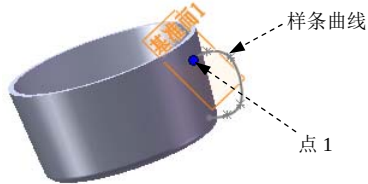

图 3.29.9 基准面 1
Step7. 创建图 3.29.9 所示的基准特征——基准面 1。选择下拉菜单 **插入(I)** **参考几何体(R)** **基准面(F)...** 命令，系统弹出“基准面”对话框；选取样条曲线和点 1 作为参考实体，如图 3.29.9 所示；单击对话框中的 按钮，完成基准面 1 的创建。